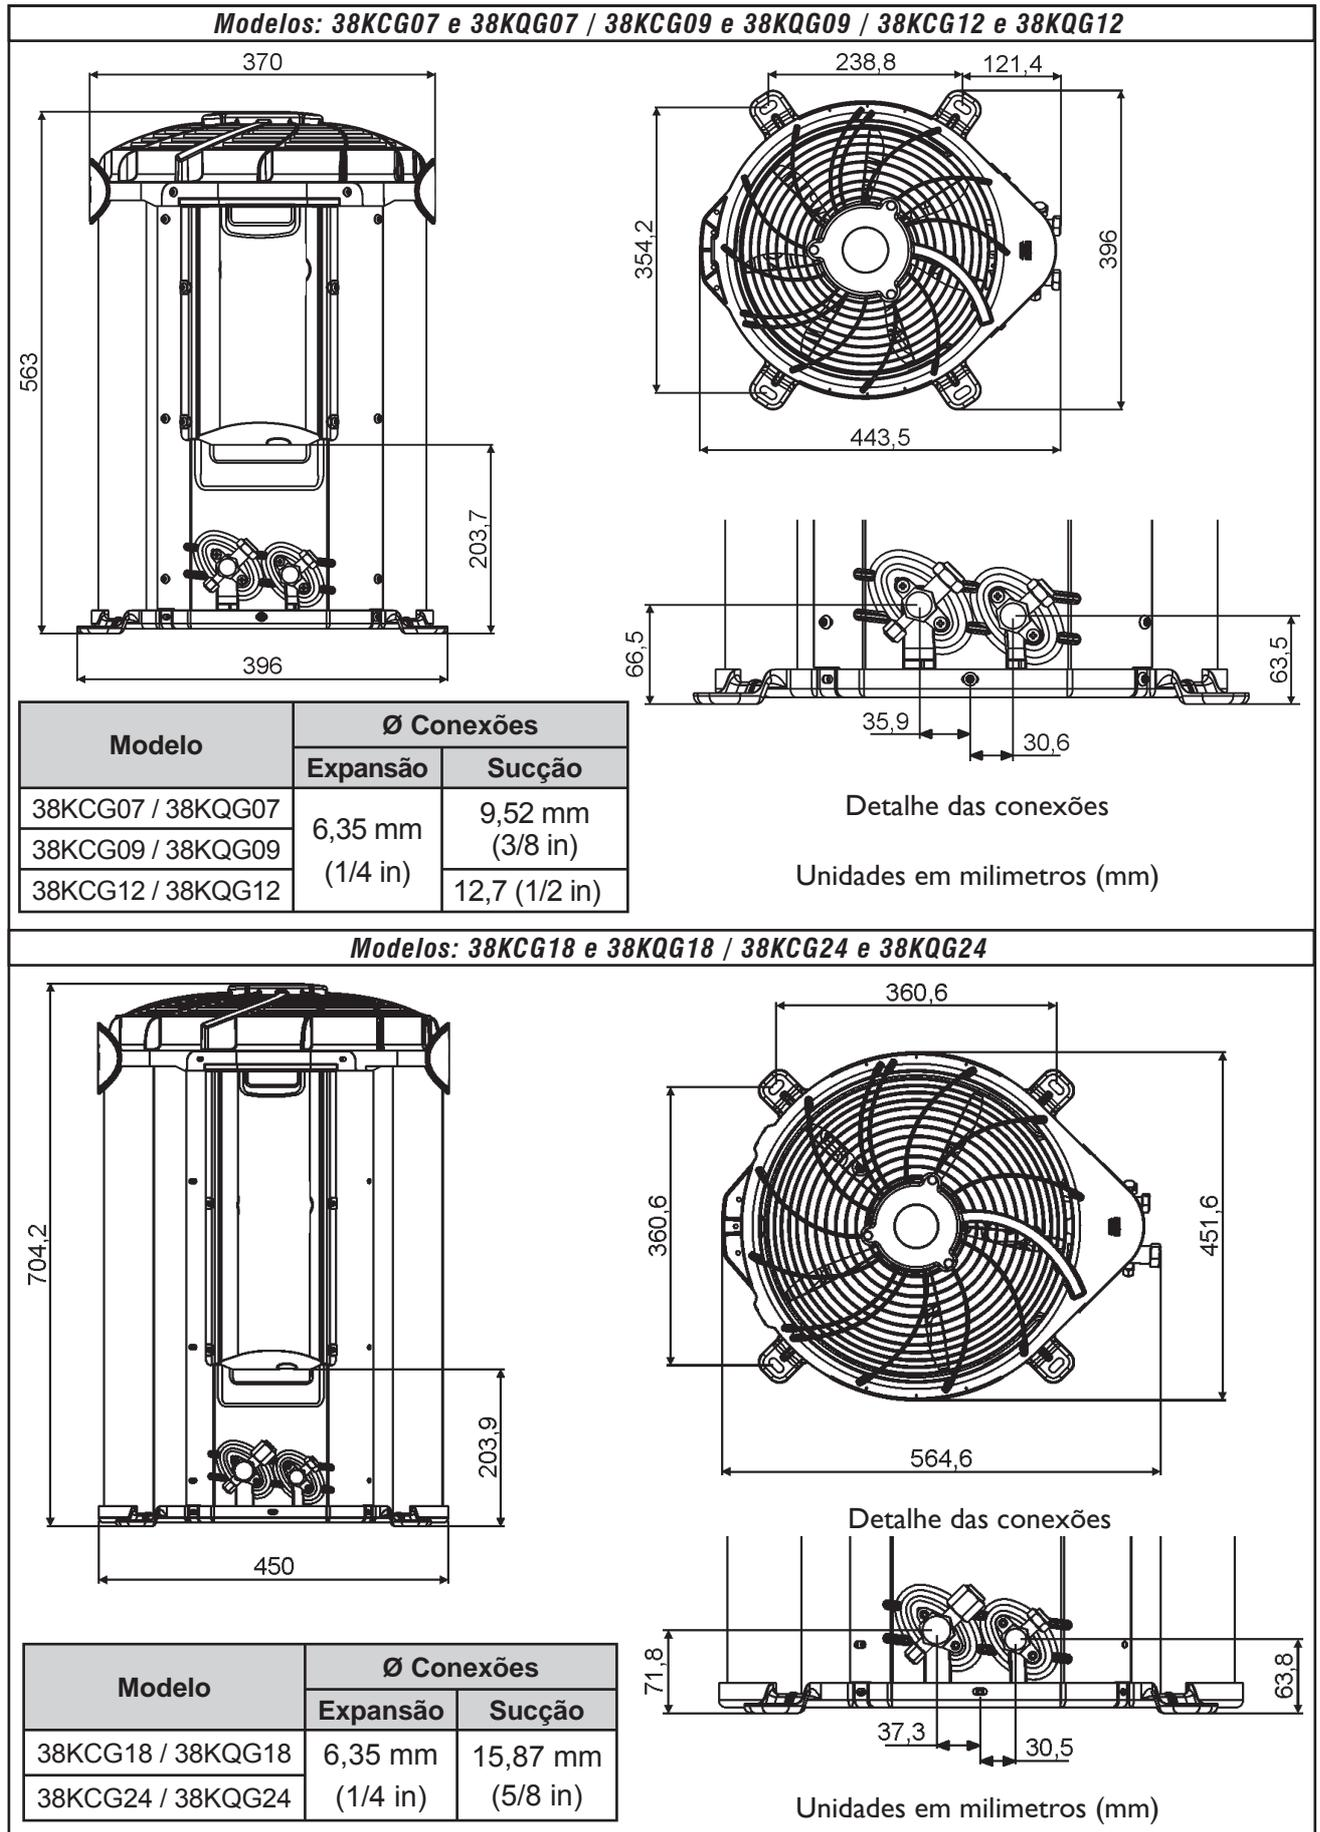

FIGURA 10
**Dados dimensionais das unidades condensadoras na figura 10 neste item.**